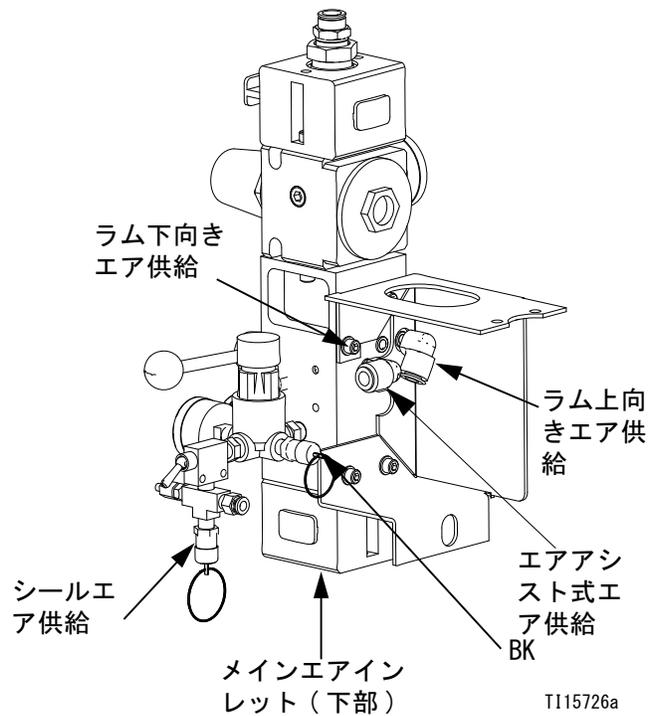
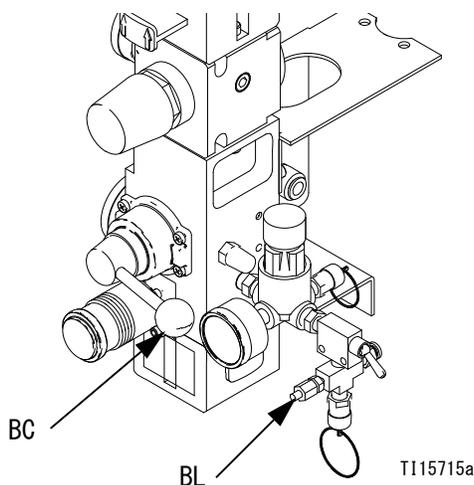

図 3. エアコントロールモジュール
図 4. シール排出バルブとバルブ付きマフラー
- H 筐体入りのエアコントロール（図 3 を参照。露出型のエアコントロールもあります）。
- H 筐体入りのエアコントロール (図 3 を参照。露出型のエアコントロールもあります)。
次を参照：図 3。エアインレットサイズは筐体入りエアコントロールで 1/2 npt (f)、露出型エアコントロールで 3/4 npt (f) です。統合エアコントロールには以下のものが含まれます：
- メインエアバルブ (BA)：システムへのエアをオン／オフにします。閉めた場合には、バルブは下流側の圧力を逃がします。
- ラムエアレギュレータ (BB)：ラムの上方向および下方向の圧力を制御します。
- ラムディレクタースイッチ／バスブ (BC)：ラムの方向を制御します。
- マフラー付き排気口 (BD)
- エアモーターレギュレータ (BE)：モーターへのエア圧力を制御します。
- エアモータースイッチ／スライダバルブ (BF)：エアモーターへのエアをオン／オフにします。閉めた場合、バルブは、バルブとエアモーターの間にたまったエアを逃がします。
- エアアシスト式バルブ (BG)：エアのオン／オフを行い、ラムプレートを空のドラムの外に押し出します。ラインエアを使用します。
- 膨張式シールエアレギュレーター (BH)：膨張式シールへのエア圧力を制御します。
- 膨張式シールスイッチ (BJ)：ラムプレートシールの膨張および収縮を制御します。
- エア解放バルブ (BK)：過剰な圧力を自動的に逃がします。
- シール排出バルブ (BL)：ドラムの先細り部分において、必要に応じて膨張式シールからエアを排出します。露出形エアコントロールモジュールについては、次を参照してください：図 3。筐体入りのエアコントロールモジュールの場合、バルブはボックス内部にあります。16 ページの図 4 を参照してください。
- ニードルバルブ付きマフラー (BN)：ラムプレートを下げる際の移動速度を調整できます。筐体入りエアコントロールモジュール上のボックス内部にあります。ラム速度はディレクタバルブで調整できるため、露出したエアコントロールモジュールには必要ありません。
1. 筐体入りエアコントロール 次を参照：図 3。エアモーターのスイッチ (BF) をオフの位置にします。露出型のエアコントロール 次を参照：図 3。エアモーターのスライダバルブ (BF) を閉じます。
2. ラムのディレクタエアレギュレーター をゼロに戻します。ラムのディレクタスイッチ/バルブ (BC) を「下降」に設定します。ラムはゆっくり降下します。
4. 膨張式シールスイッチ (BJ) をオフにします。
6. メインエアバルブ (BA) を閉めます。
注：筐体入りコントロール：ラムプレートの下向きの速度を増加または減少させるには、コントロールボックス内のマフラー (BN) のバルブを調整します。次を参照してください：図 4、ページ 16。露出型のコントロール：ラムプレートの下向き速度を増減するには、ディレクタバルブバルブ (BC) を調整します。
12 ページの図 3 を参照してください。